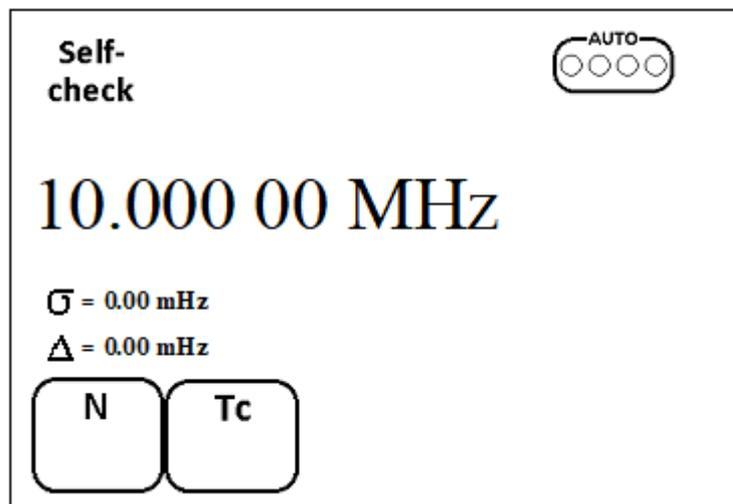

Рисунок 6.2- Начальная установка ЧЗ-99 (ЧЗ-99/1).
6.3.3. После включения тумблера СЕТЬ и проведения автотестирования в приборе устанавливается режим самоконтроля при времени счета  $t_c=1$  мс, см. Рис. 6.2